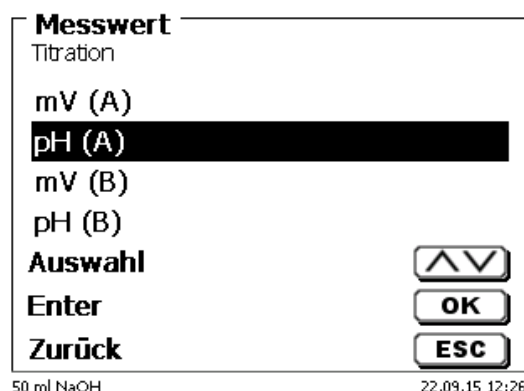

Abb. 145
Die Messgeschwindigkeit und das Titrationsende sind jedoch je nach Titrationsmodus wieder unterschiedlich. Der «**Messwert**» wird zuerst ausgewählt. Hier z.B. «**pH (A)**» (Abb. 145).